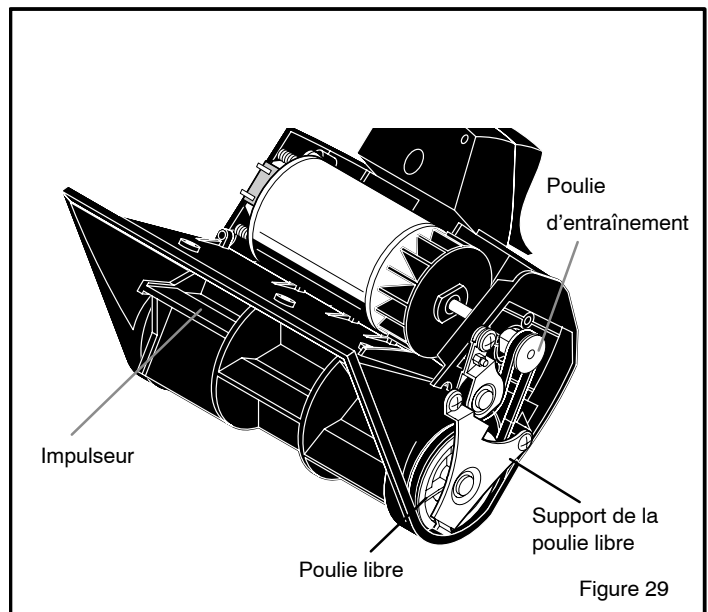

Figure 29
- Installer la nouvelle courroie autour de la poulie d'entraînement et autour de la poulie libre. Figure 29.
- Positionner la courroie à l'intérieur de la poulie libre comme illustré dans la Figure 29.
- Replacer le support de la poulie d'entraînement et la poulie d'entraînement en même temps. Figure 29.
- Attacher le support à l'aide des deux (2) vis. Figure 29.